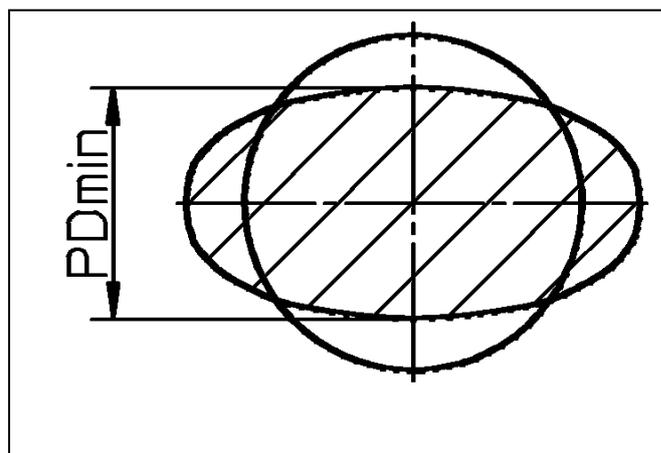

Bild 12
- Weist die Kupplung ein deutliches Verdrehspiel auf, oder ist die Mindest-Pufferdicke ( $PD_{min}$ , Bild 12) nach Tabelle 11 erreicht, empfehlen wir die elastischen Puffer auszuwechseln.